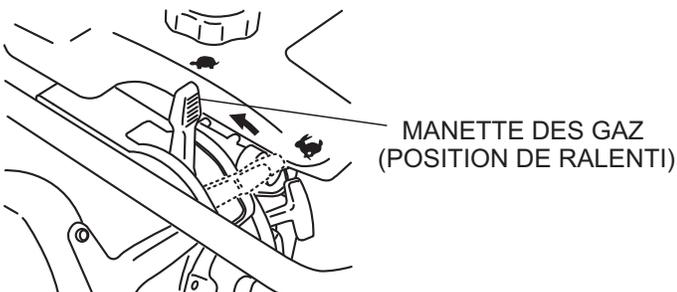
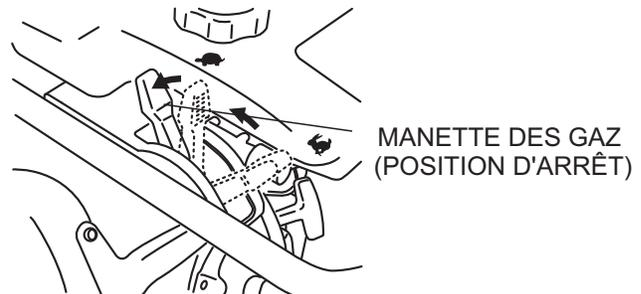

Figure 9. Manette des gaz (position de ralenti)
Figure 10. Manette des gaz (position d'arrêt)
3. Pour arrêter l'action de bourrage, déplacez le levier des gaz rapidement de la position START à la position IDLE (Figure 9).
1. Déplacez rapidement la manette des gaz de la position START à la position IDLE (Figure 9) et faites tourner le moteur pendant trois minutes à basse vitesse. Après le refroidissement du moteur, déplacez la manette des gaz sur la position STOP (Figure 10). Le moteur s'arrête et le robinet de carburant est automatiquement fermé.